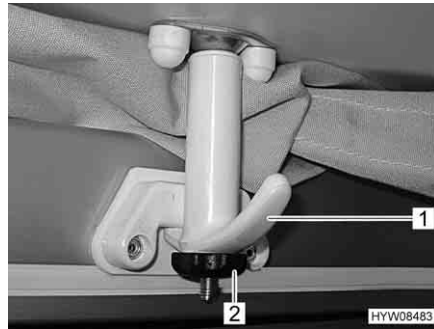

Fig. 46 Tenditore (bloccato)
- Serrare la vite a testa cilindrica zigrinata (Fig. 46,2) sui due tenditori anteriori (Fig. 46,1). Il tetto sollevabile risulta così bloccato e non può sollevarsi.